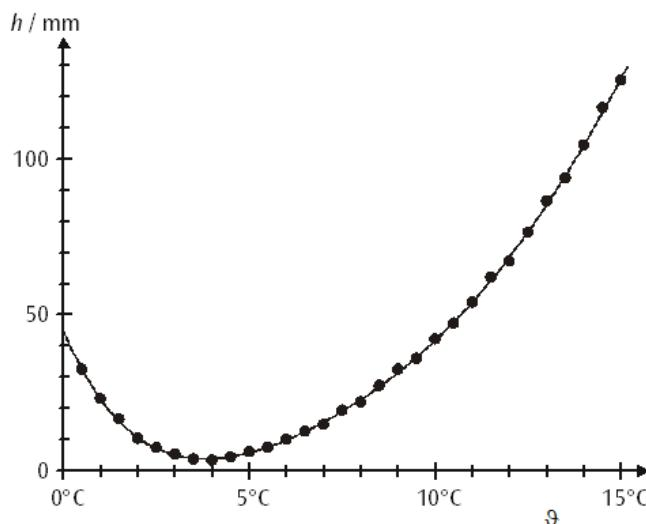

Fig. 3: Altura h de ascenso en función de la temperatura θ
La Fig. 3 muestra la representación gráfica de los valores de la tabla 1. Por extrapolación se determina la altura h de ascenso del agua en el tubo para 0°C . Se obtiene, para los datos presentes, un valor de $h(0^{\circ}\text{C}) = 44,7 \text{ mm}$. La densidad relativa del agua se la puede calcular por medio de la ecuación (3).